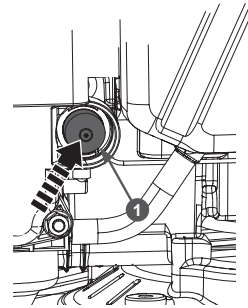

Рис. 14. Расположение ручного топливного насоса
4. Нажмите три раза на ручной топливный насос 1 (Рис. 14).